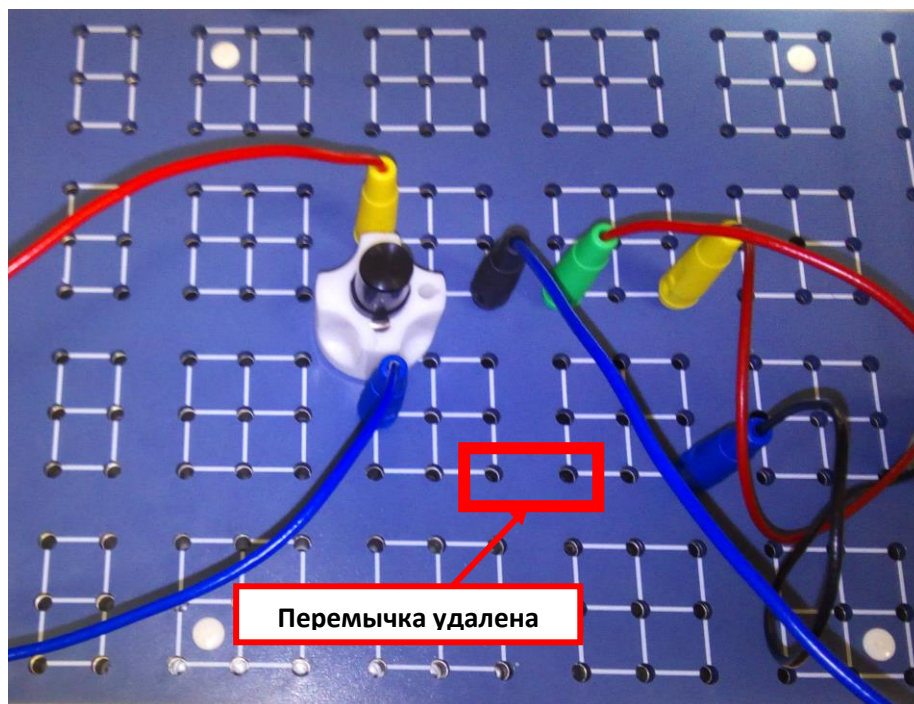

Рис. 7.20. Схема для измерения сопротивления реостата.
3. Поставьте минимальное значение сопротивления на реостате, измерьте это значение (предварительно удалив перемычку¹ (рис. 7.20) и переключив мультиметр DT-830B в режим измерения сопротивления (с нужным диапазоном измерений)) и запишите его в таблицу 7.9. Возвратите перемычку назад, переключите мультиметр DT-830B в режим измерения постоянного напряжения (DCV) (с нужным диапазоном) и измерьте напряжение U на реостате и силу тока I (при помощи мультиметра MS8040 (см. рис. 7.16)).